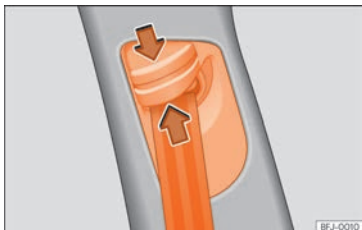

Abb. 14 Bei den Vordersitzen: Gurthöheneinstellung.
- Umlenkbeschlag in Richtung der Pfeile zusammendrücken und halten »» **Abb. 14**.